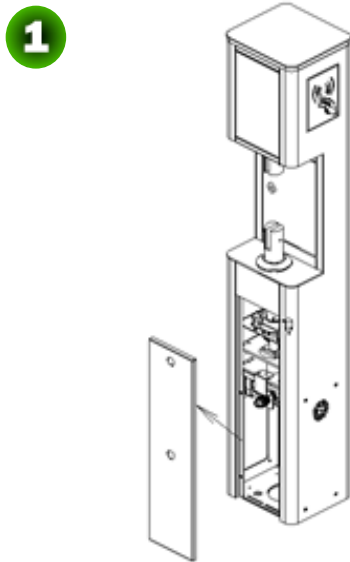

Figura 2-4A
5. Retire la cubierta metálica como se muestra en la Figura 2-4A.